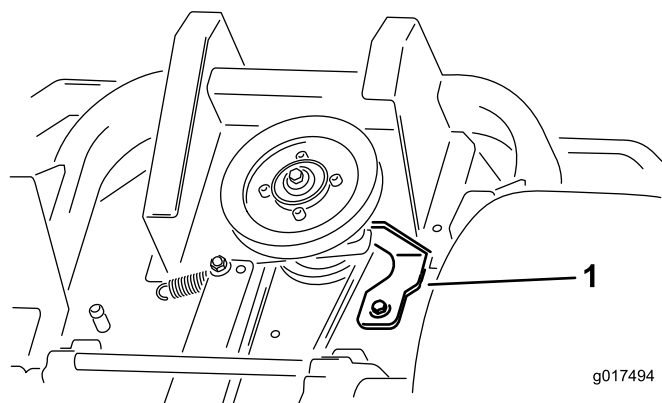

図 63
5. 図 63にあるクラッチストップを取り外す。
- 図 63にあるクラッチストップを取り付ける。